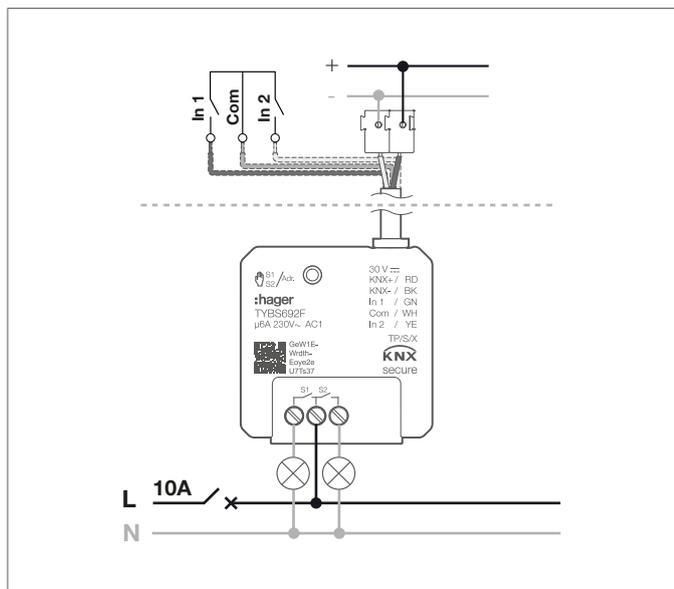
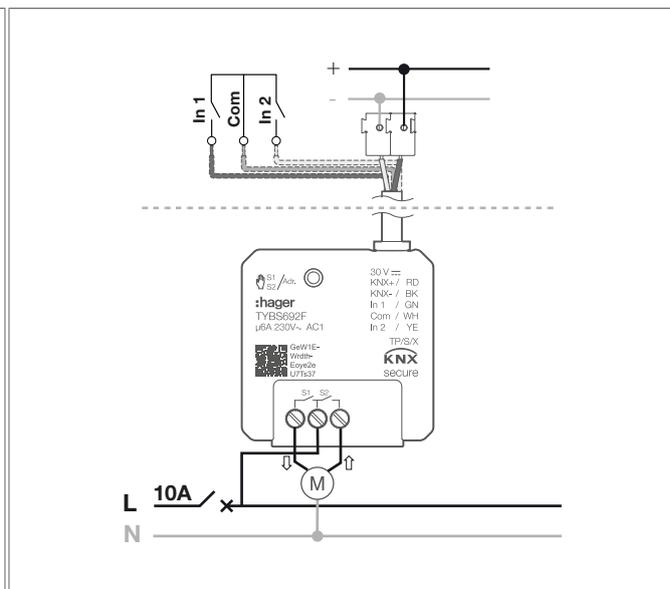

Fig. 3: Schema di collegamento dell'utenza lampada TYBS692F
Fig. 4: Schema di collegamento dell'utenza motore TYBS692F
- Collegare il dispositivo secondo lo schema di collegamento ((Fig. 3: Schema di collegamento dell'utenza lampada TYBS692F) o (Fig. 4: Schema di collegamento dell'utenza motore TYBS692F)).